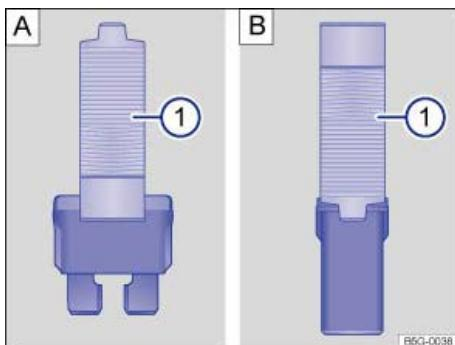

Abb. 306 Sicherung mit Kunststoffzange herausziehen oder einsetzen: Flachstecksicherung, Blocksicherung.
- Entsprechend der Sicherungsausführung, passende Klammer der Kunststoffzange ⇒ Abb. 306 **A** (1) bzw. ⇒ Abb. 306 **B** (1) seitlich auf die Sicherung schieben.